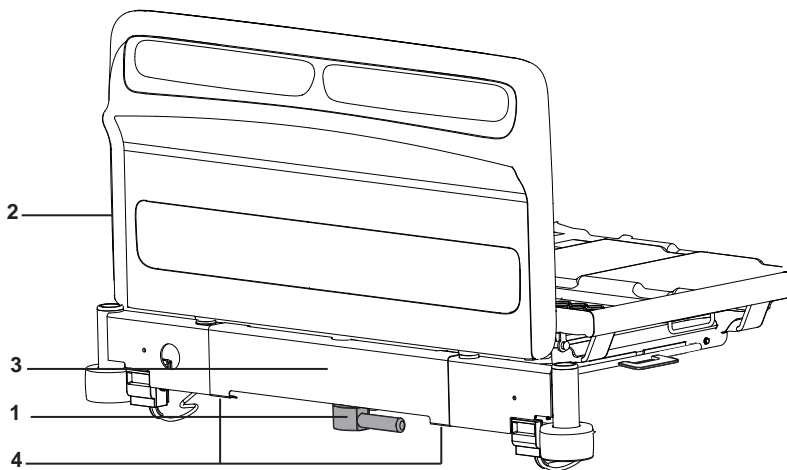
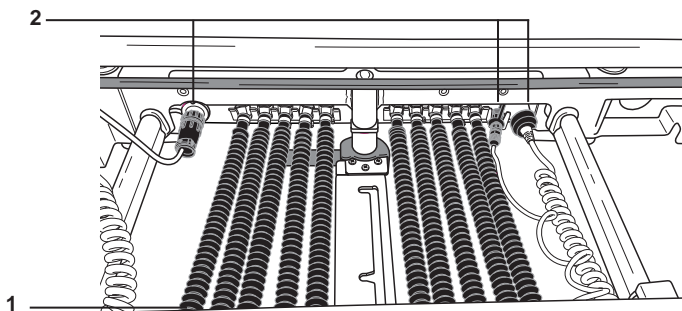

Figura 1: piecero y extensión de los pies
Figura 2: placa de cobertura de la extensión de los pies con mangueras neumáticas y conexiones eléctricas
4. Tire de la palanca de extensión de los pies (véase figura 1, elemento 1), deslice hacia fuera la extensión del armazón (3) y retire el piecero (2).
5. Localice la placa de cobertura de la extensión de los pies (véase figura 1, elemento 3), con las mangueras neumáticas (figura 2, elemento 1) y los conectores eléctricos (2) conectados, bajo el extremo de los pies de la cama. Desconecte las mangueras neumáticas y los conectores eléctricos de la placa de cobertura de la extensión de los pies.
6. Retire la placa de cobertura desatornillando los dos tornillos de cabeza plana Phillips (véase figura 1, elemento 4) situados en el lado inferior de la cubierta. Coloque la placa de cobertura y las piezas metálicas en la bolsa de almacenaje por si la unidad de control del colchón de aire se retira más adelante. Será necesario volver a instalar la placa de cobertura de la extensión de los pies para fijar las mangueras neumáticas y los conectores eléctricos.